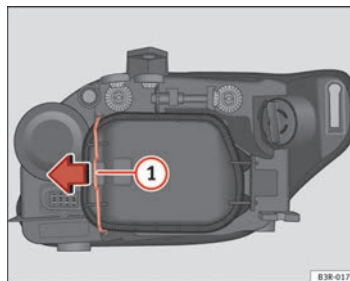

Abb. 212 Standlicht
- Den Spanner ⇒ Abb. 212 ① in Pfeilrichtung bewegen und den Deckel abnehmen, indem zuerst die Seite des Spanners und danach die beiden Laschen des anderen Endes des Deckels abgenommen werden.